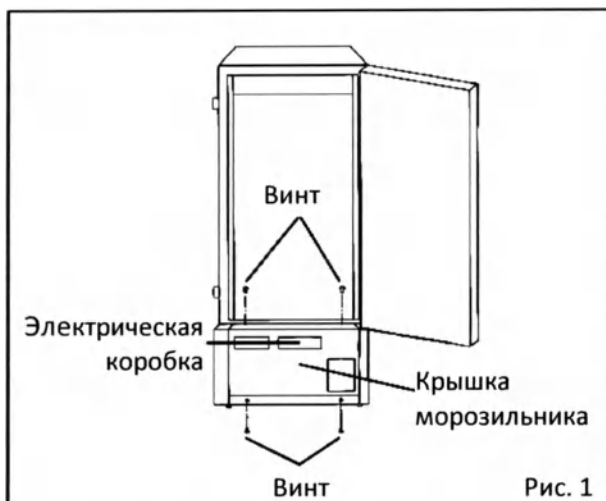

Рис. 1
В данном морозильнике для устройства сигнализации аварийного отключения электропитания используется аккумуляторная батарея. Она находится в электрической коробке внутри крышки морозильника (Рис. 1). Батарею необходимо заменять приблизительно каждые 3 года. Для замены батареи обращайтесь к нашему торговому представителю или агенту.
2. Как показано на Рис. 1, снимите крышку морозильника, открутив 4 фиксирующих винта с помощью отвертки.